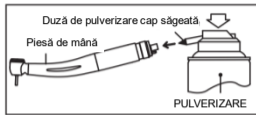

Fig. 17
3) Montați duza de vârf în portul rezervorului de pulverizare (Fig.17).